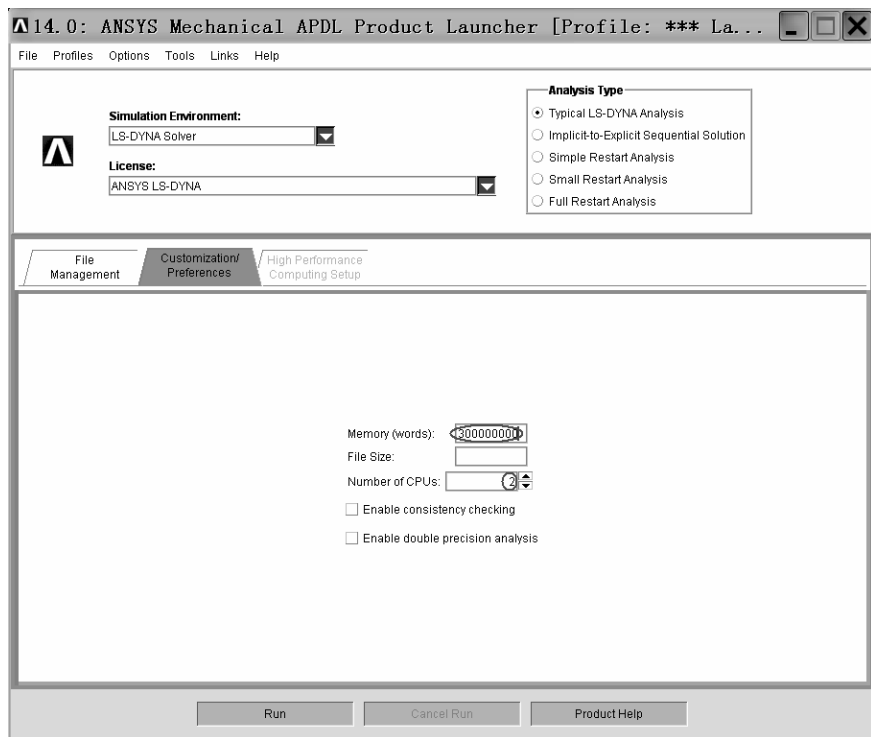

图 4-62 “14.0: ANSYS Mechanical APDL Product Launcher [Profile:***La...”窗口
(2) 单击 “14.0: ANSYS Mechanical APDL Product Launcher [Profile:***La...” 窗口中 “Simulation Environment:” 方框后的倒立三角形图标，选中 “LS-DYNA Solver”。
(3) 单击“14.0: ANSYS Mechanical APDL Product Launcher [Profile:***La...”窗口中“License:”方框后的倒立三角形图标,选中“ANSYS LS-DYNA”。
(4) 在“14.0: ANSYS Mechanical APDL Product Launcher [Profile:***La...”窗口中“Working Directory:”后的方框中找出“D:\CH4\shell and ball”目录。
(5) 在“14.0: ANSYS Mechanical APDL Product Launcher [Profile:***La...”窗口中“Keyword Input File:”后的方框中找出“D:\CH4\shell and ball”目录下的“shell and ball.k”文件。
(6) 单击“14.0: ANSYS Mechanical APDL Product Launcher [Profile:***La...”窗口中的“Customization Preferences”(见图4-62),在“Memory (words):”方框后输入“300 000 000”,即给计算分配内存,当模型较大时需要设置此项。具体数据视模型大小与计算机性能而定。在“Number of CPUs:”后选择“2”(单击后面的三角形来增加)。此项表示分配给计算的CPU数目。当需要同时计算多个K文件时需要设置此项,然后单击“Run”按钮。